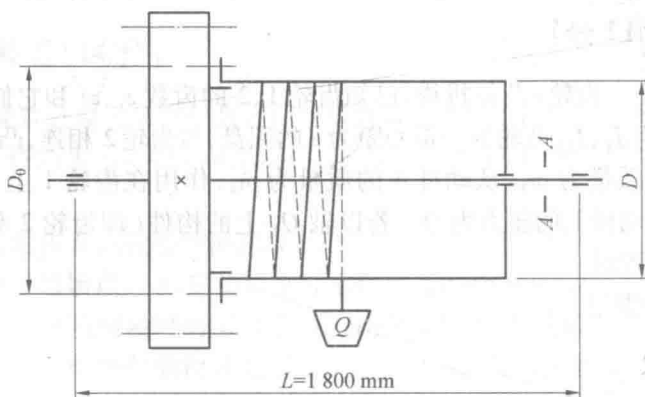

图 6
1. (12 分) 图 6 所示为某型号起重机的卷筒轴, 动力由直齿圆柱齿轮输入, 其起重量 $Q=1 \times 10^5 \text{ N}$, 转动速度 $n=25 \text{ r/min}$, 起重卷筒与齿轮用 8 个普通螺栓连接。已知卷筒直径 $D=500 \text{ mm}$, 螺栓分布圆直径 $D_0=600 \text{ mm}$, 接合面间的摩擦系数 $f=0.12$, 可靠性系数 $K_s=1.2$, 螺栓材料的许用拉伸应力 $[\sigma]=100 \text{ MPa}$ 。